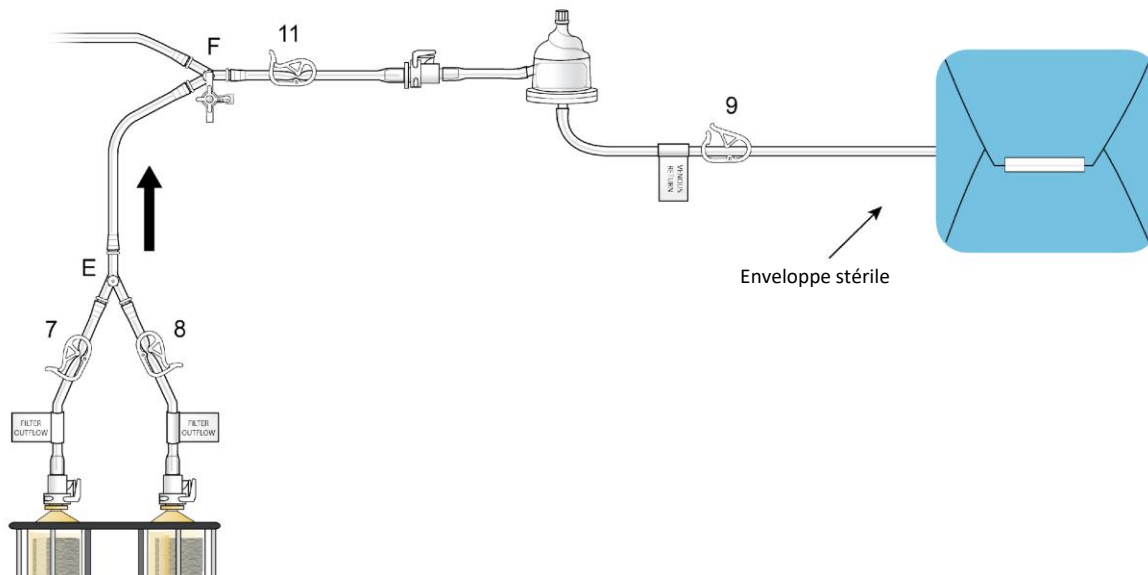

Figure 18
- (c) Fixer le connecteur femelle au connecteur rapide mâle (pousser et cliquer) situé par la pince de sortie (11), comme indiqué sur la figure 18. Positionner le piège à bulles dans le support du piège à bulles en amont des cartouches filtrantes.